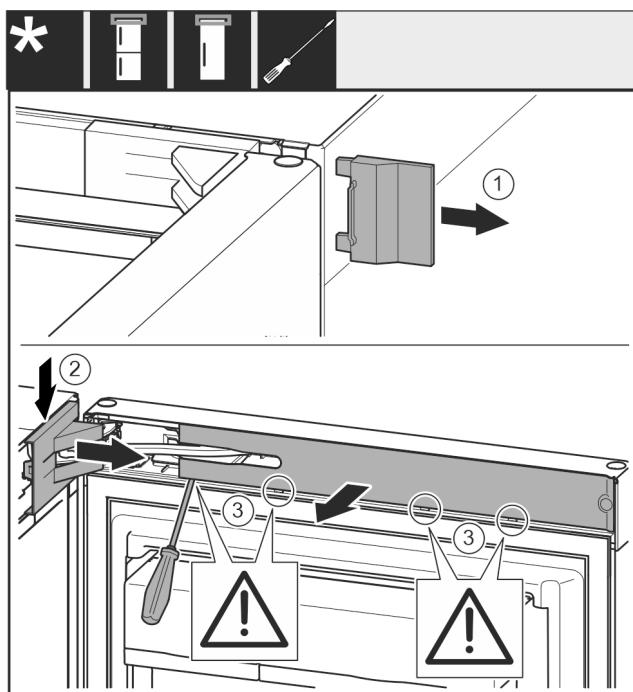

Fig. 8
- Зніміть зовнішню кришку. Fig. 8 (1)
- Звільніть і ослабте кришку опорного кронштейна. Зніміть кришку опорного кронштейна. Fig. 8 (2)
- За допомогою шліцової викрутки звільніть від фіксатора та поверніть убік накладку. Fig. 8 (3)